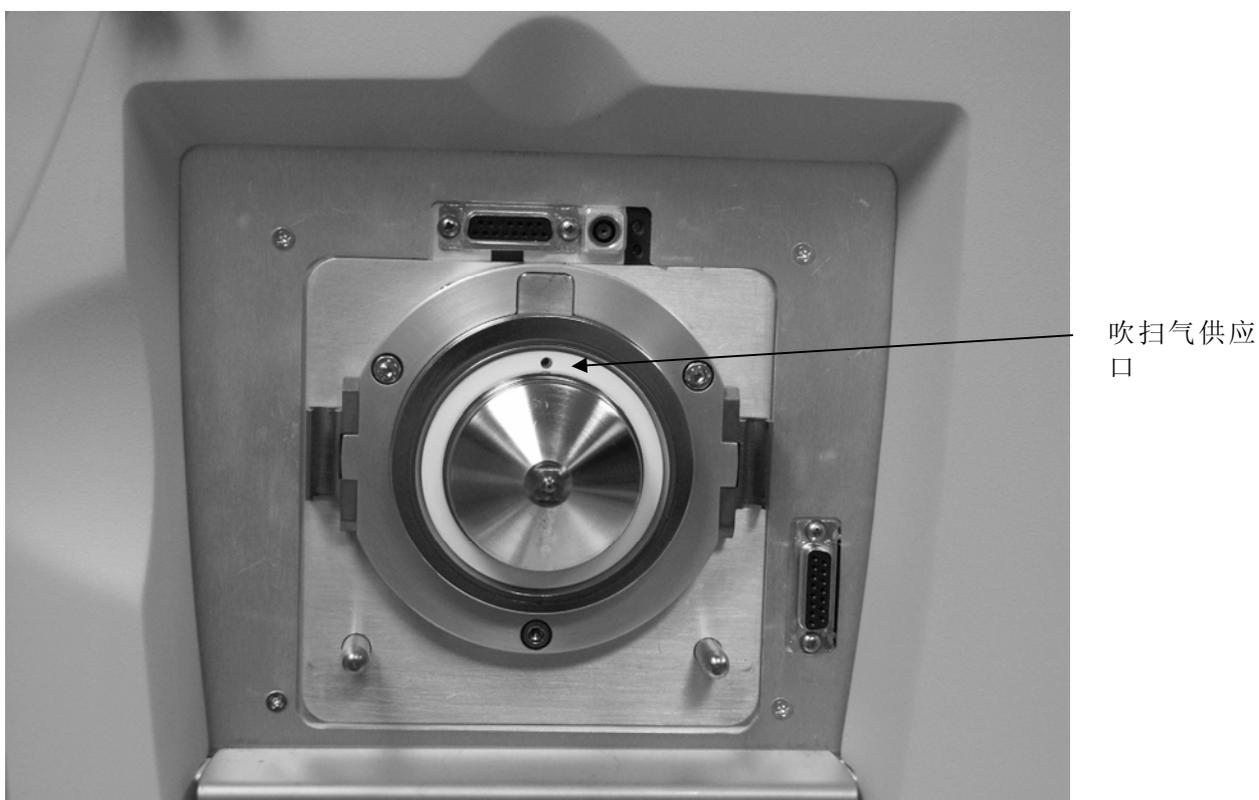
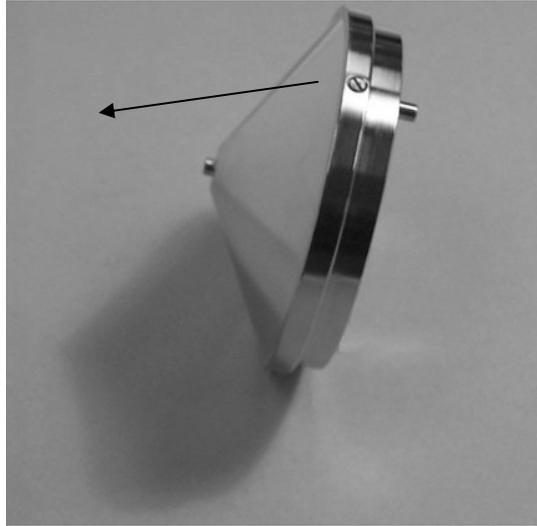

图2-5 API锥体密封圈上的吹扫气供应喷口。
图2-6，离子吹扫锥，图中所示是气体入口
2. 在API锥体密封圈上标记吹扫气供应喷口的位置。离子吹扫锥的气体入口就位于吹扫气供应喷口处。见图2-5和图2-6